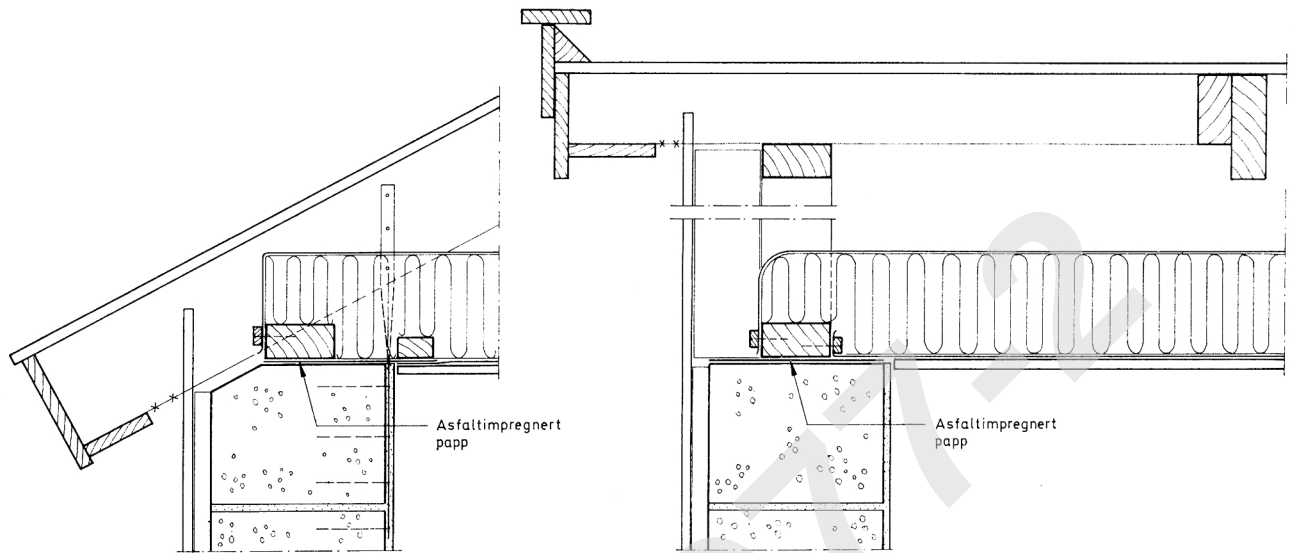

Fig. 261.
- 1 Takstol av tre skal ha opplegg på svill plassert sentrisk på veggen. Takstolen forankres til veggen med båndstål, fig. 261.